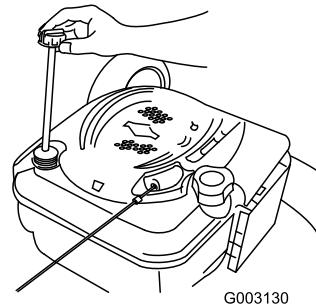

Figura 36
- Retire la varilla (Figura 36).